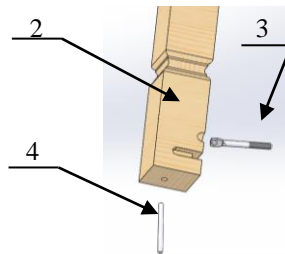

Рис.2.
- 3.1. В отверстие на кромке ноги (2) вставить шпильку (3) плоским концом с отверстием под штифт, а в отверстие в торце ноги вставить штифт (4) так, чтобы он попал в отверстие шпильки (3) – рис. 2